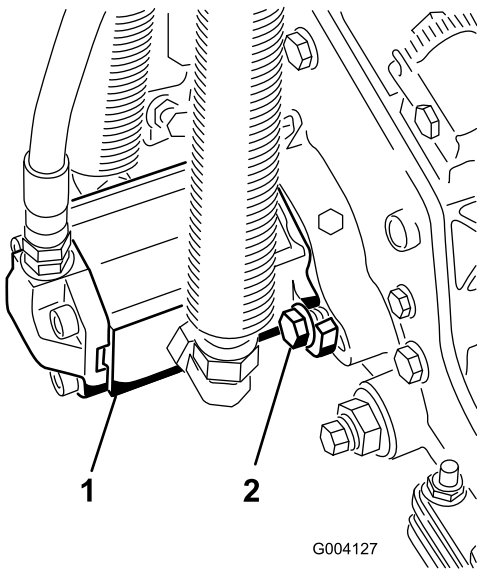

Figure 13
16. Montez le moteur en le tournant dans le sens horaire jusqu'à ce que les brides passent les boulons (Figure 13). Tournez le moteur dans le sens antihoraire jusqu'à ce que les brides encerclent les boulons, puis serrez les boulons.